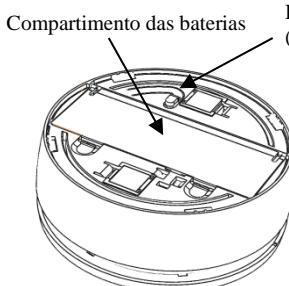

Figura 7
- Envie uma mensagem de atribuição pressionando o contato anti violação (*ver Figura 7*) por pelo menos 3 segundos (ou conecte o detetor ao suporte) até que o recetor do sistema indique que detetou a mensagem.